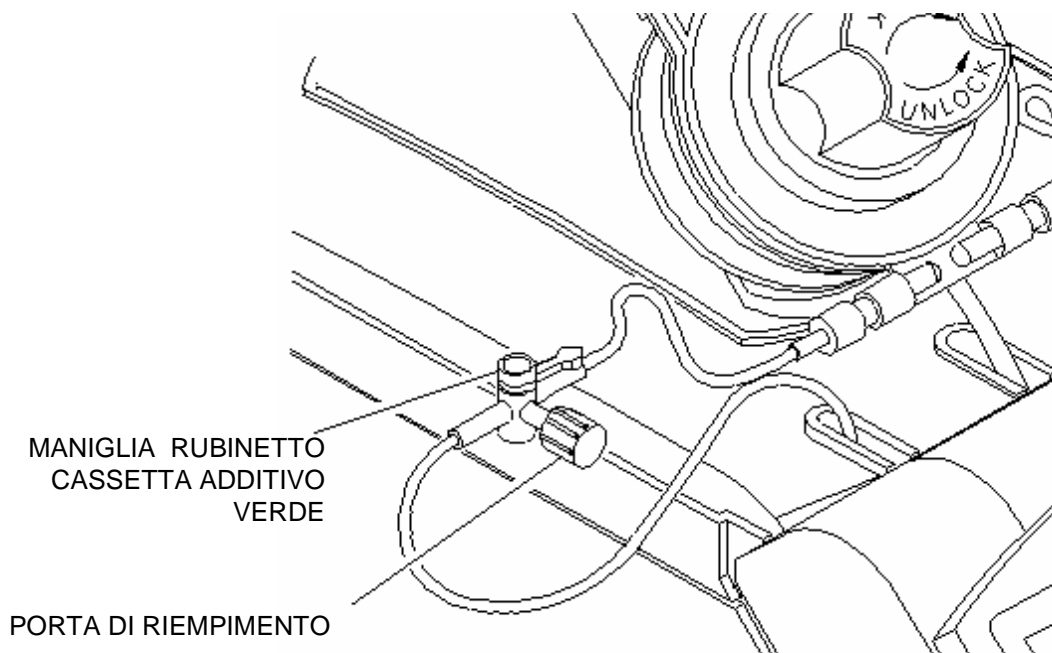

FIGURA 7-16:
3. Collegare la siringa riempita alla porta di riempimento del rubinetto e ruotare il rubinetto della cassetta nella posizione di riempimento (maniglia OFF verso lo scambiatore calore). Iniettare non più di 50 ml di additivo (figura 7-16).